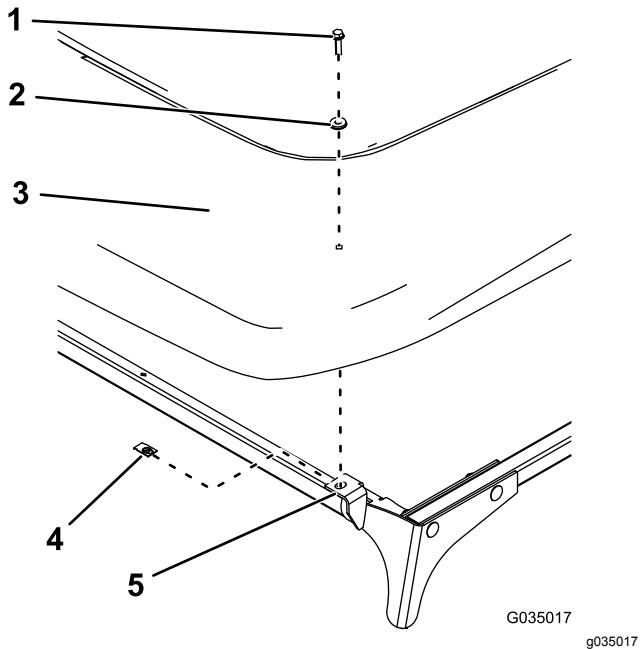

Bild 15
17. Befestigen Sie das Sonnendach mit zwei Clips, zwei Dichtungsscheiben und zwei Sechskantschrauben mit Flansch ($\frac{1}{4}$ " x 1") an den vorderen Platten, wie in Bild 15 abgebildet.